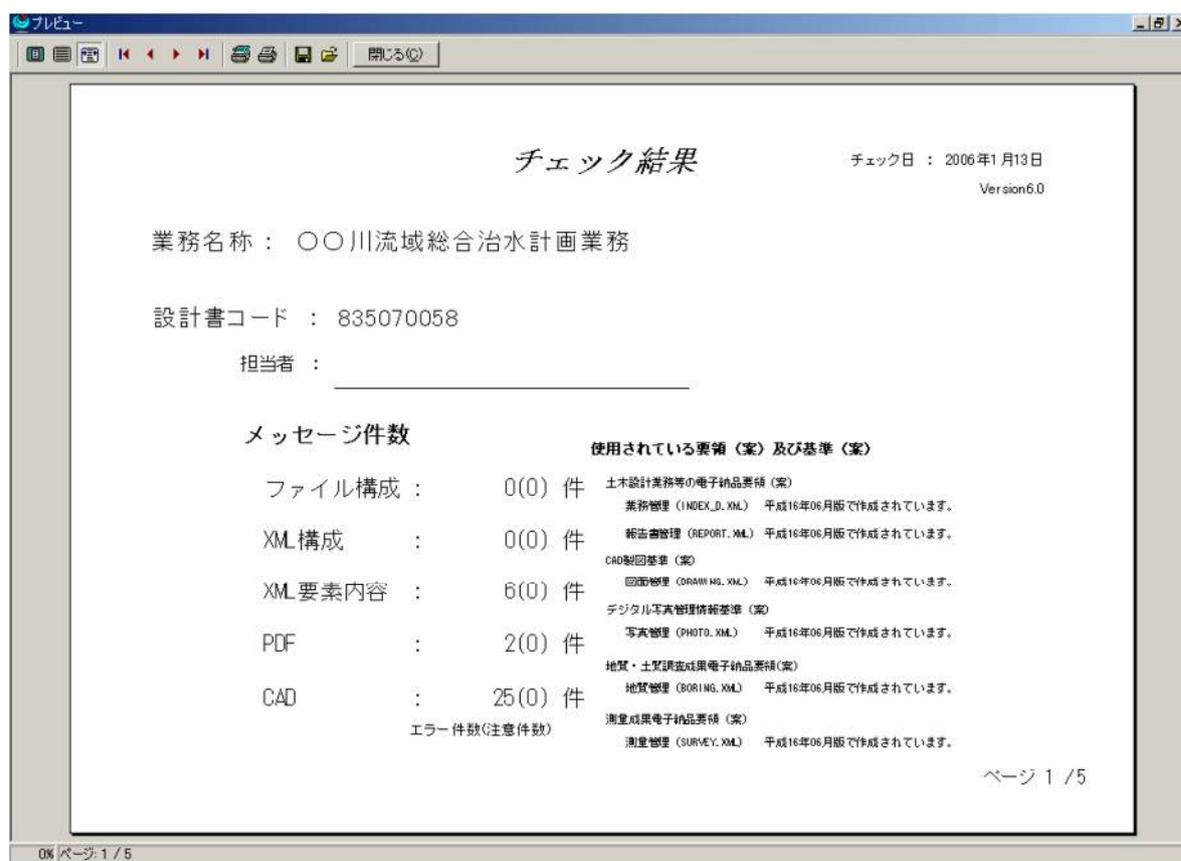

図3 チェック結果表（プレビュー画面）
(1) 及び (2) のチェックを行うソフトウェアは、国土交通省のホームページから最新版をダウンロードして使用してください。
また、(1) により電子成果品をチェックしエラーが無いことを確認した後にチェックの結果を印刷します。この「チェック結果」表は電子媒体納品書に添付して提出します。「チェック結果」表（プレビュー画面）を図3に示します。